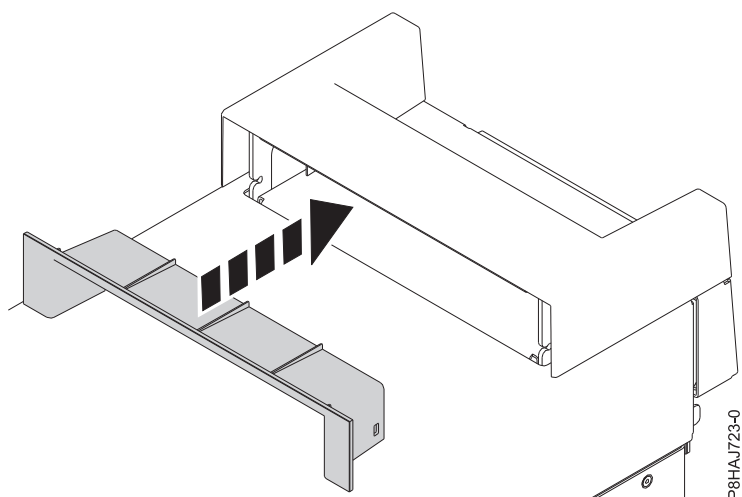

図 39. 8286-41A スタンドアロン・システムのハンドル・カバー内の断片の差し込み
2. ハンドル・カバーの断片をしっかりとハンドル・カバーに押し込んで、断片をハンドル・カバー内に差し込みます (56 ページの図 39 を参照)。